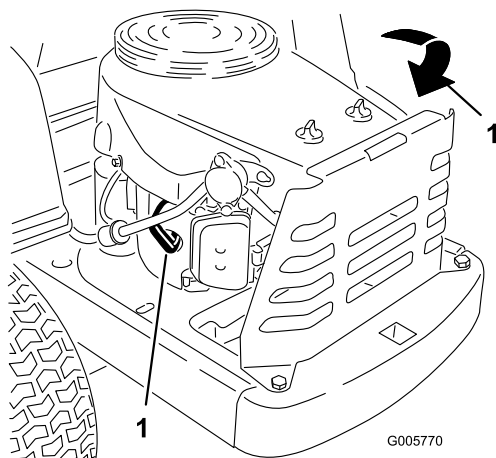

Figura 28
3. Desconecte el/los cable(s) de la bujía(s) (Figura 28). Limpie alrededor de la(s) bujía(s) para evitar que entre suciedad en el motor y potencialmente cause daños.
3. Conecte el/los cable(s) a la(s) bujía(s) (Figura 28).